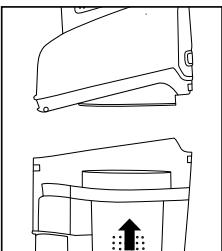

Fig. 4
- Coloque el depósito de polvo en la aspiradora (Fig. 4).